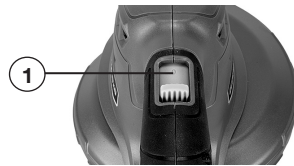

FIG 5
- Conecte el cargador (5) a una fuente de energía de 120 voltios de CA. La luz indicadora verde en el cargador se iluminará, confirmando que está encendido.
- Conecte el cargador a la batería (3) como se muestra en la FIG 5. La luz roja en el cargador se encenderá, indicando que la batería se está cargando. Mientras tanto, las luces indicadoras de energía (3b) en el paquete de batería parpadearán, indicando el estado de carga.
ACCIÓN DEL INTERRUPTOR (FIG 5)